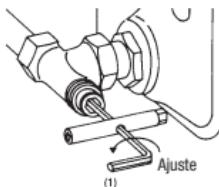

Fig. 4 Ajuste del detensor
3. Ahora ajuste la válvula girando la llave de 6 mm (1) en sentido antihorario el nº de vueltas seleccionado del diagrama (fig. 4).